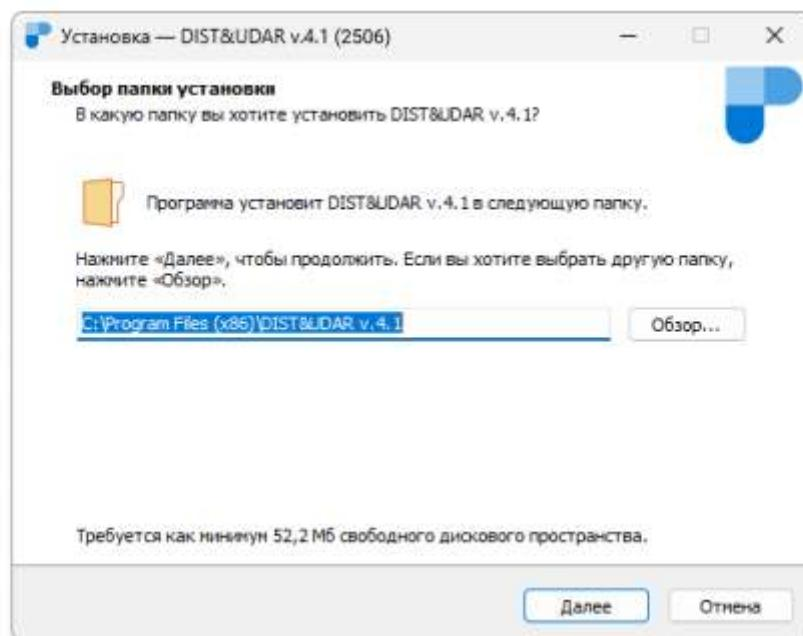

Рисунок 2.3.1 – окно Мастера установки ПО
2. Запустить исполняемый файл мастера установки **DIST&UDAR_v.4.1.2506_Setup_x64.exe**. Откроется окно мастера установки (см. Рис. 2.3.1).